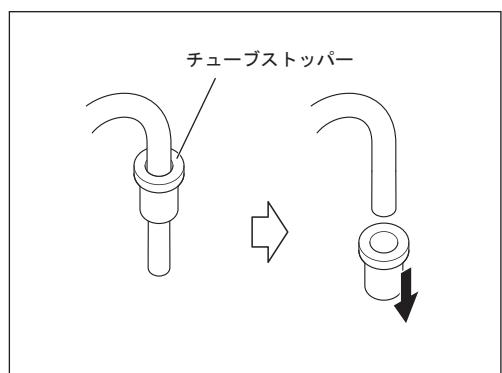

図55
- 4) ポンプチューブからチューブストッパーを取り外します。取り外したリングは新しいポンプに使用しますので、なくさないように注意してください（図55）。